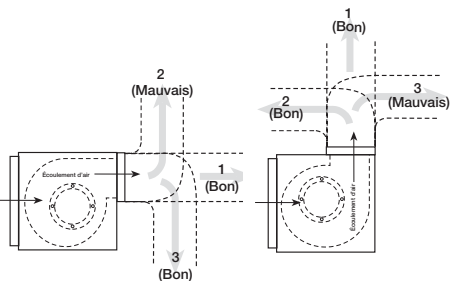

Figure 9 — Pose de la gaine
- La pose des gaines est essentielle au bon fonctionnement du caisson de ventilation (Figure 9). Il est conseillé de prévoir une gaine droite (1) qui tourne dans le même sens que la turbine (2). Une gaine coudée dans le sens opposé à la rotation de la turbine (3) produit des turbulences et une contrepression préjudiciable aux performances.